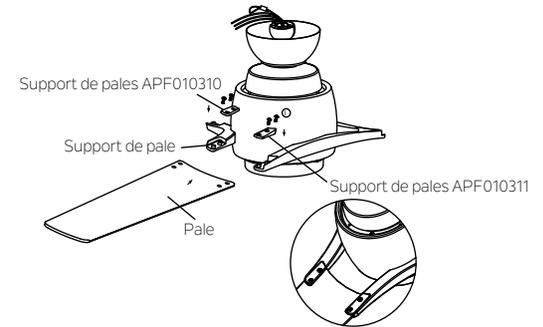

Fig. 9
Étape 5. Fixer chaque pale au support de pales, insérer les vis dans le support de pales APF010311 et le support de pales APF010310, à travers la pale et dans le support des pales, serrer fermement les quatre vis. (Fig. 9)